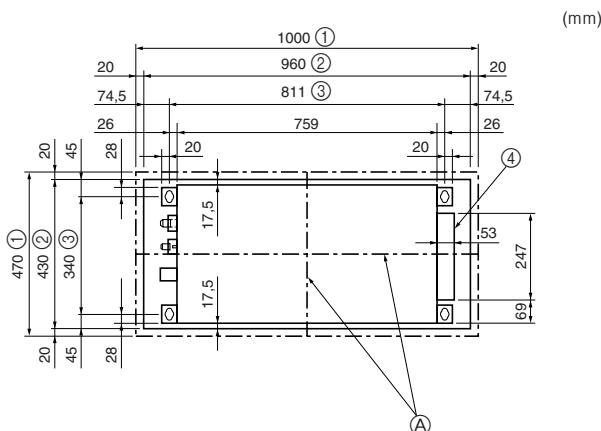
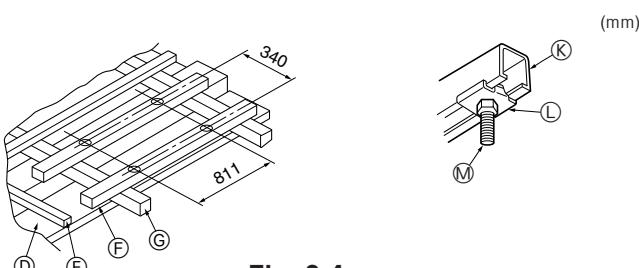

Fig. 2-3
Fig. 2-4
2.3. Ανοίγματα στο ταβάνι και θέσεις για την τοποθέτηση των μπουλονιών ανάρτησης (Fig. 2-3)
- ① Εσωτερική πλευρά γρίλιας
- ② Άνοιγμα οροφής
- ③ Βήμα μπουλονιού
- ④ Κουτί ηλεκτρικών συνδέσεων
① Ξύλινες κατασκευές (Fig. 2-4)